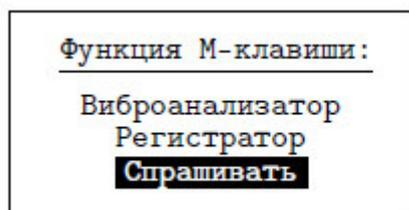

Рисунок 37
3.7.1 "Функция М-клавиши" (рис. 37).